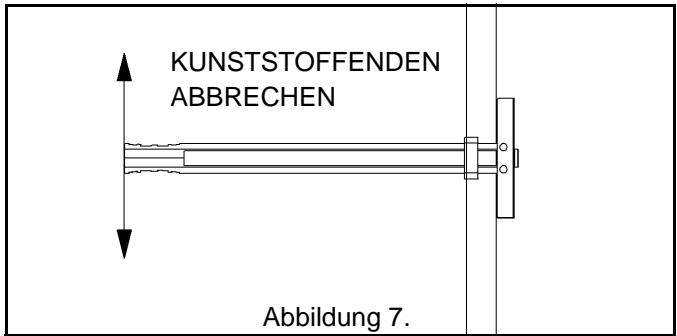

Abbildung 7.
5. Die Fingergriffenden spreizen, um die Kunststoffenden bündig mit dem Kunststoffring des Ankers abzubrechen (siehe Abbildung 7).